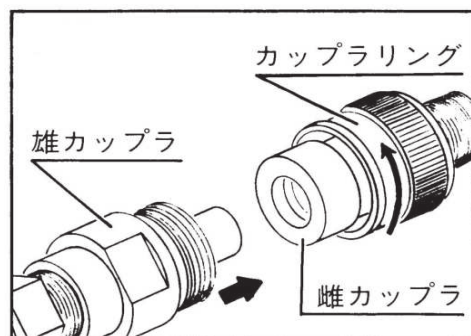

図2
- 1 充電油圧ポンプのカップラに、高圧ホースを接続します。(図2)
- 3 工具の接続は、同様に工具を高圧ホースの反対側に接続します。(図2)